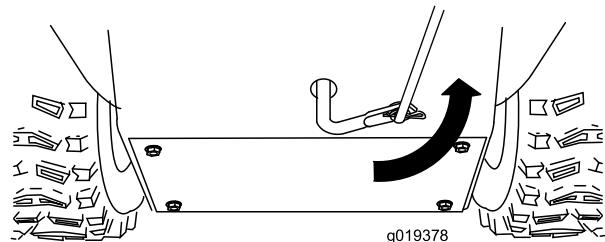

Рисунок 6
- Поверните нижнее коромысло полностью вверх (против часовой стрелки) (Рисунок 6).